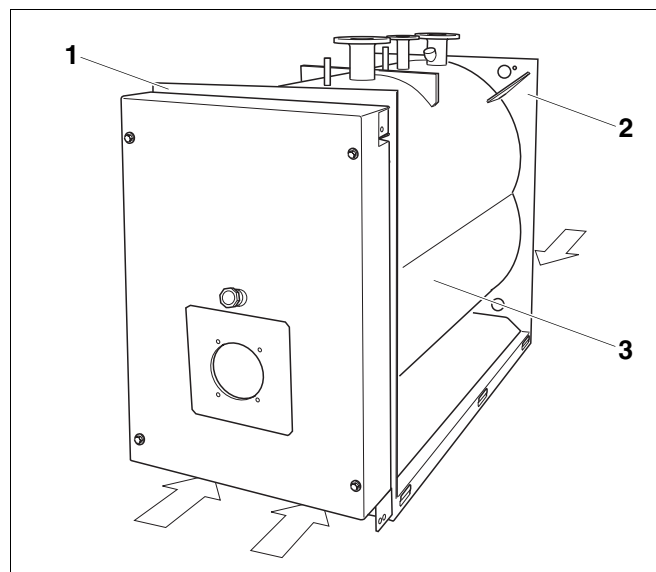

Рис. 3 Транспортировка корпуса котла на вилочном погрузчике/грузоподъемной тележке
- Подвести вилы погрузчика под переднюю (рис. 3, поз. 1) и заднюю стенки (рис. 3, поз. 2) котла.
- Подвести тележки под переднюю и заднюю стенки котла (рис. 3, стр. 15).